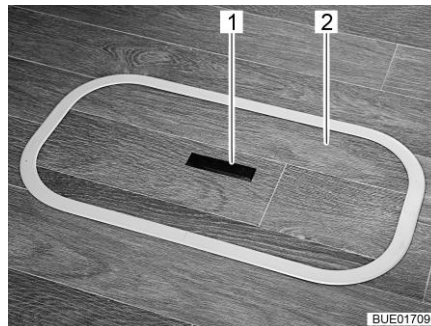
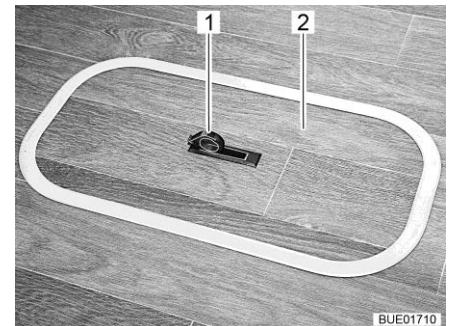

Fig. 87 Couvercle compartiment dans le plancher (poignée encastrée)
Fig. 88 Couvercle compartiment dans le plancher (poignée pivotée vers l'extérieur)
- Pousser la plaque de la poignée (Fig. 87,1) vers le bas d'un côté. La poignée (Fig. 88,1) pivote vers le haut.
- Tirer le couvercle (Fig. 87,2 et Fig. 88,2) vers le haut pour le retirer.